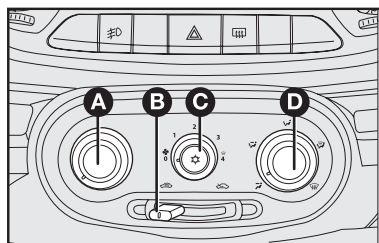

fig. 60
### COMANDOS - fig. 60
1) Mando para la temperatura del aire **A-fig. 60** totalmente posicionado a la izquierda.
2) Cursor del ventilador **C-fig. 60**: posicionado en la velocidad máxima.
3) Mando para la distribución del aire **D-fig. 60** indicador en , para controlar que todas las salidas de aire estén abiertas.
4) Conecte el aire acondicionado abriendo el selector **C-fig. 60**.
El aire acondicionado es muy útil para acelerar el desempañamiento, pues deshumidifica el aire. Para desempañar el lado interno del parabrisas, active el aire acondicionado, apretando el selector **C-fig. 60**.
1) Aire acondicionado activado: selector **C-fig. 60**.